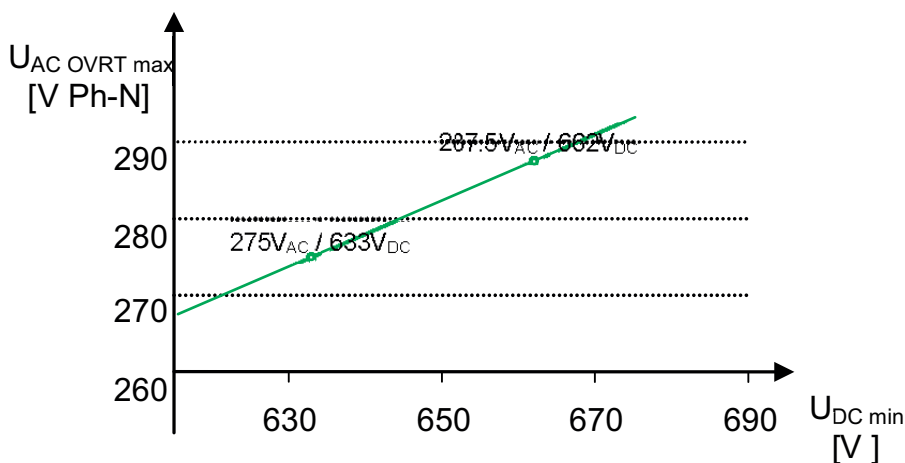

Abb. 64: Minimale DC-Spannung für Störfestigkeit gegen AC-Überspannung
Neben der maximalen Nennspannung wird die Störfestigkeit gegen Spannungsspitzen außerdem durch den tatsächlichen Ladezustand der angeschlossenen Batterie beschränkt. Wenn die Netzspannung bezogen zur tatsächlichen Batteriespannung ansteigt, muss der Wechselrichter möglicherweise vom Netz getrennt werden, sodass es nicht zu einem unkontrollierten Stromfluss in die Batterie kommt. Das Verhältnis der minimalen Batteriespannung (DC) zur Netzspannung (AC), bei dem ein unkontrollierter Stromfluss vermieden wird, ist in [Siehe Abbildung 64 ▶ Seite 79] dargestellt.